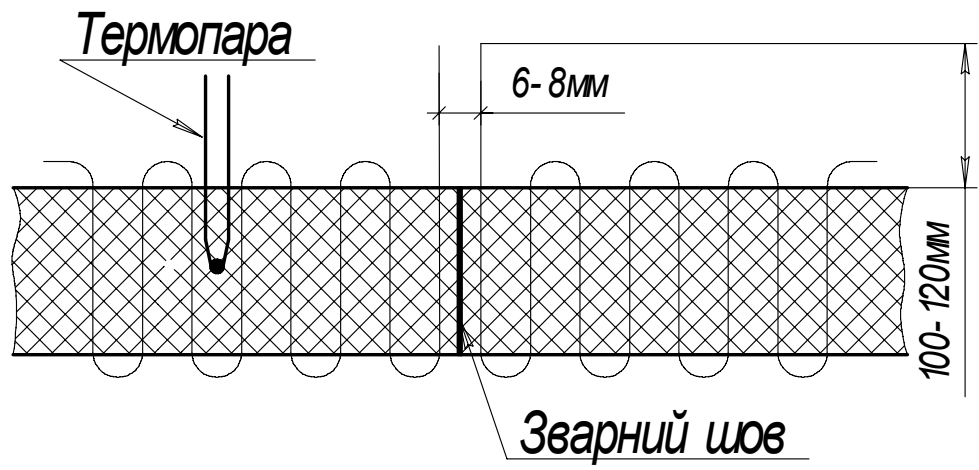

рис. 3
2.4.3. Зварити нагрівні елементи (рис. 3), для чого:
2.4.3.1 Вивести контакти нагрівного елемента з поліетиленової стрічки на 100–120 мм (рис. 3) від її краю в бік, протилежний від з'єднання (рис. 5, поз. 2).